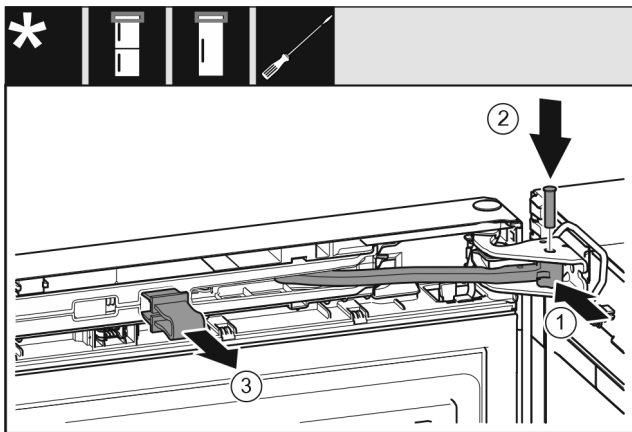

Fig. 25
- ▶ 将铰链转入托架。 Fig. 25 (1)
- ▶ 将螺栓插入托架和铰链。同时注意止动凸轮需正确地处于凹槽中。 Fig. 25 (2)
- ▶ 取下保险装置。 Fig. 25 (3)